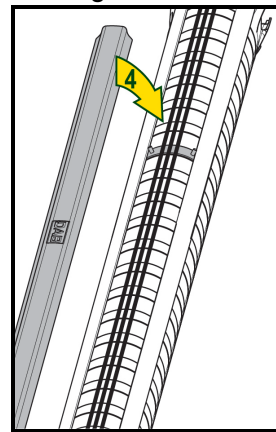

Fig.2
2. Posar los cables del motor (Fig2).
3. Colocar el conducto sobre los cables (Fig2).